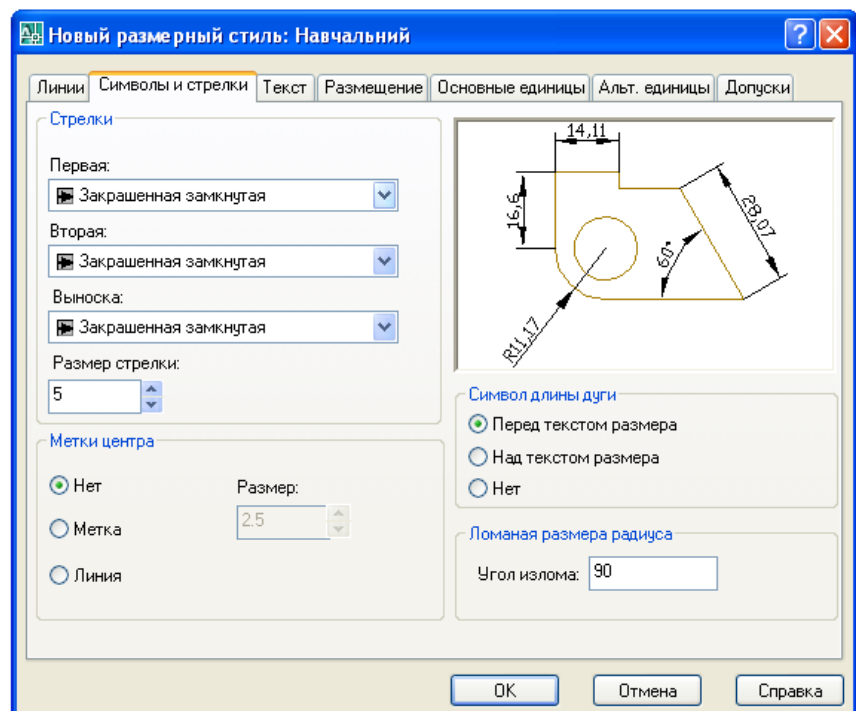

Рис. 1.40. Вид розмірного стилю по закладці «Символы и стрелки»
– по закладці «Символы и стрелки» – установити «Размер стрелки» 5 (рис. 1.40)